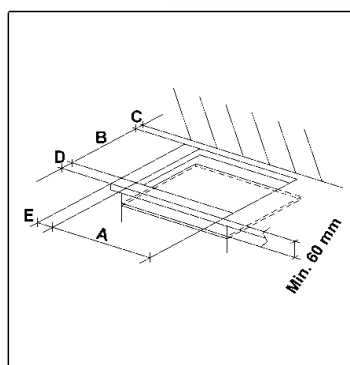

РИС. 7
На поверхности рабочего стола следует сделать прямоугольное отверстие для встраивания варочной поверхности, размеры которого приведены на рис. 7. Предварительно следует проверить соответствие минимальных допусков между поверхностью, боковой и задней стенками. Подвесные полки или вытяжки следует устанавливать на высоте не менее 760 см от поверхности прибора (см. рис. 7 и 8).
- Во избежание случайного соприкосновения с горячей варочной панелью во время проведения работ, необходимо установить деревянную прокладку, прикрученную болтами на минимальном расстоянии 60 мм от верха (см рис. 7).
На поверхности рабочего стола следует сделать прямоугольное отверстие для встраивания варочной поверхности, размеры которого приведены на рис. 7. Предварительно следует проверить соответствие минимальных допусков между поверхностью, боковой и задней стенками. Подвесные полки или вытяжки следует устанавливать на высоте не менее 760 см от поверхности прибора (см. рис. 7 - 8).